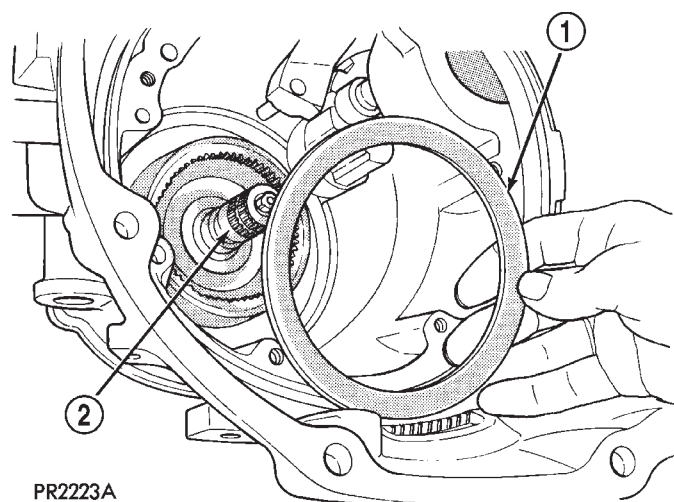

Fig. 45 Arandela de empuje nº 11
(1) Instale la arandela de empuje nº 11 (Fig. 45).